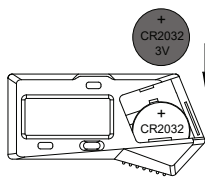

fig.2
- Inserire la batteria CR2032 nel vano batteria, il lato positivo della batteria (+) deve essere rivolto verso l'esterno (fig. 2).